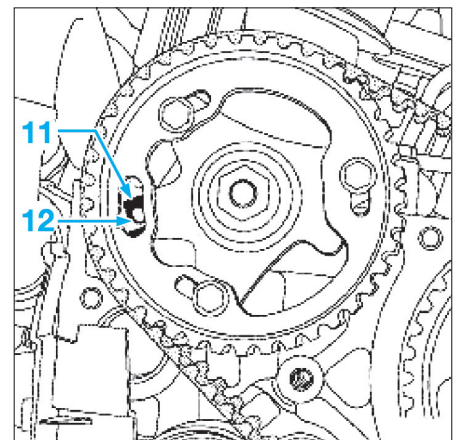

Fig. 16
- Tourner le vilebrequin dans son sens normal de rotation jusqu'à ce que le trou de pignage (11) de la roue dentée d'arbre à cames soit quelques degrés sous celui de la culasse (12) (Fig.16).
- Effectuer deux tours de vilebrequin. Arrêter avant que le trou (11) de la roue dentée d'arbre à cames ne soit en face du trou (12) de la culasse (**Fig.16**).
- Aligner progressivement l'index mobile (17) au milieu de la fenêtre de calage (22) en tournant la clé dans le sens :
- antihoraire si l'index mobile (17) est en position haute,
- horaire si l'index mobile (17) est en position basse.
- Effectuer deux tours de vilebrequin. Arrêter avant que le trou (11) de la poulie d'arbre à cames ne soit en face du trou (12) de la culasse (Fig.16).